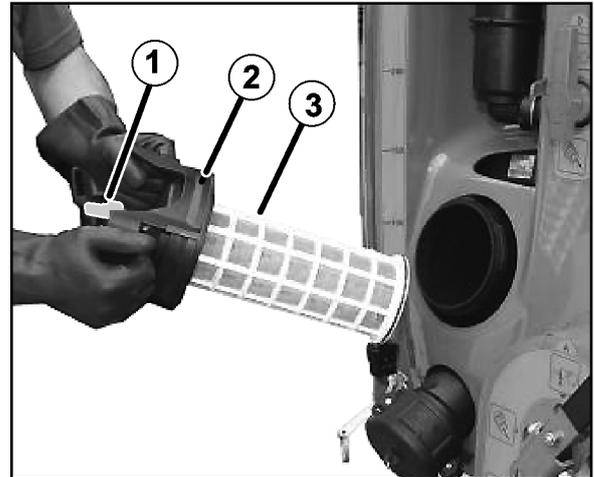

Fig. 116
5. Deckel des Saugfilters lösen (Fig. 116/2).
6. Entlastungsventil am Saugfilter betätigen (Fig. 116/1).
7. Deckel mit Saugfilter (Fig. 116/3) abnehmen und mit Wasser reinigen.